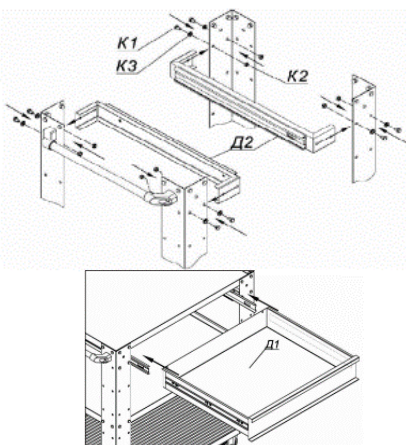

Рис.4 Схема сборки ящика для МЛОС-010011
- установить кронштейн ящика (D2) к стойкам (Рис. 4) с помощью метиза (K1, K2, K3);
- установить ящик в изделие по направляющим (Рис. 4). Для извлечения ящика необходимо полностью выдвинуть ящик из тележки и отжать рычаги защёлки с двух сторон ящика (рис. 6).